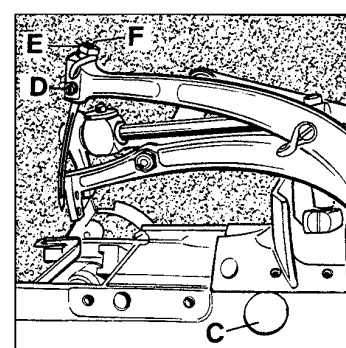

Fig.7
If adjustment is required remove plug (C, Fig. 7). Set screw for looper shaft is accessible through this hole. Loosen the screw and move the looper shaft to the right or to the left to obtain the 4 mm (5/32") respectively the 3.6 mm (9/64") distance. The looper point should pass as close as possible to the back of the needle without contacting it. Clearance 0.08 to 0.13 mm (0.003 to 0.005 in.). Retighten screw and remount the plug.
If adjustment is necessary, loosen set screw (D, Fig. 7) and remove needle, then loosen lock nut (E) and regulate the height adjustment screw (F) to set the needle to the required height. Retighten lock nut (E) to maintain this setting.
Ist eine Einstellung notwendig, entfernen Sie den Verschlussstopfen (C, Fig. 7). Durch diese Bohrung ist die Befestigungsschraube für die Greiferwelle zugänglich. Lösen Sie die Schraube und schieben Sie die Greiferwelle nach rechts oder links, bis der Abstand 4 bzw. 3,6 mm erreicht ist. Die Greiferspitze soll so dicht wie möglich hinter der Nadel vorbei gehen, ohne diese zu berühren (0,08 - 0,13 mm Abstand). Ziehen Sie die Schraube wieder an und montieren Sie den Verschlussstopfen.
Ist eine Einstellung notwendig, lösen Sie die Befestigungsschraube (D, Fig. 7) und entfernen Sie die Nadel; dann lösen Sie die Mutter (E) und regulieren die Höhen-Einstellschraube (F) entsprechend auf die richtige Nadelhöhe. Ziehen Sie die Mutter (E) wieder an, damit diese Einstellung erhalten bleibt.